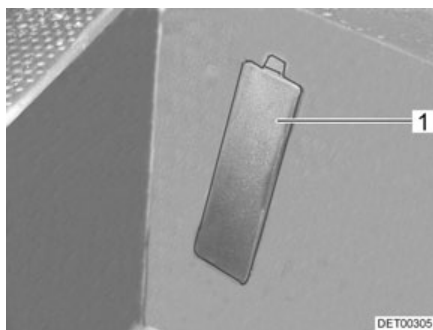

Fig. 285 Cache numéro de châssis (véhicule porteur Fiat)
- ▷ Le numéro de châssis se trouve derrière un cache (Fig. 285,1) dans la zone d'entrée, côté passager sur les véhicules porteurs Fiat.